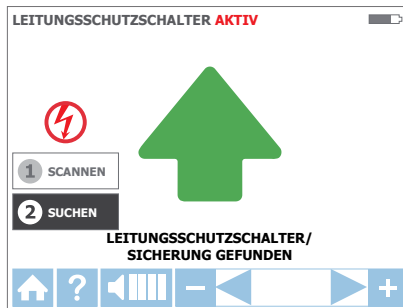

Abbildung 3.3f: SUCHEN-Modus – Leitungsschutzschalter/Sicherung ermittelt
3. Prüfen Sie sämtliche Leitungsschutzschalter/ Sicherungen erneut, bis ein grüner Pfeil und ein Dauerton signalisieren, dass der richtige Leitungsschutzschalter/die richtige Sicherung gefunden/ermittelt wurde (Abbildung 3.3f).